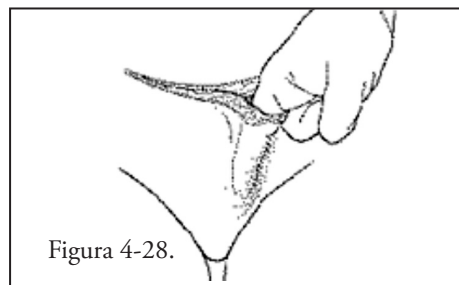

Figura 4-28.
13. Pentru a implanta pompa de control în scrot sau labie, folosiți disecția boantă pentru a crea un buzunar sub tunica dartos în partea de jos. Pompa de control trebuie plasată pe aceeași parte pe care a fost plasat și balonașul de reglare a presiunii. (Figura 4-28)